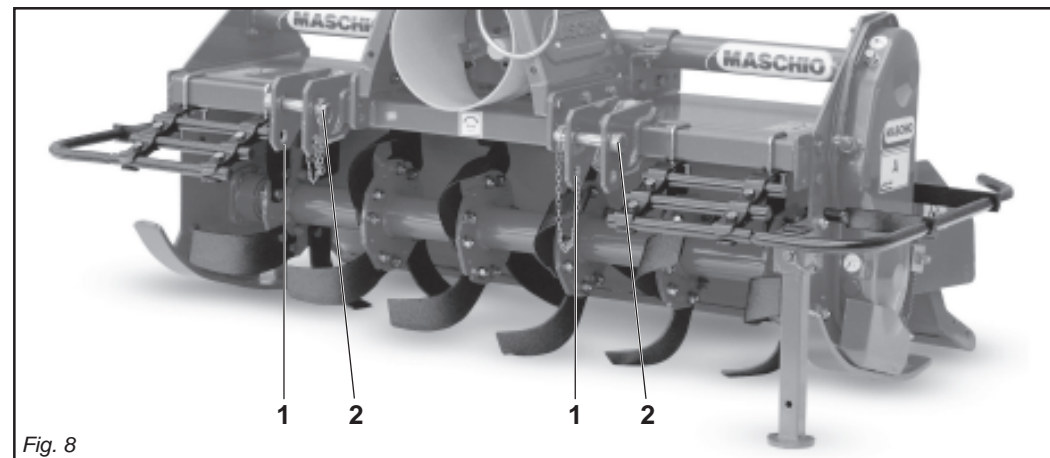

Fig. 8
In base alle dimensioni specifiche di questi 2 tipi di attacchi dei trattori è necessario determinare la posizione più favorevole della macchina spostando opportunamente sul tubo quadro le piastre (1 Fig. 8) e inserendo i perni (2 Fig. 8) nei fori corrispondenti al giusto diametro delle parallele del trattore.
Depending on the precise dimensions of these two types of hitches, find the best position for the machine by moving the plates (1 Fig. 8) along the square tubular and inserting the pin (2 Fig. 8) in the holes corresponding to the correct diameter for the tractor's parallel arms.
En fonction des dimensions spécifiques de ces deux types d'attelages des tracteurs il faut déterminer la position la plus favorable de la machine en déplaçant, sur le tube carré, les plaques (1 Fig. 8) et introduire les axes (2 Fig. 8) dans les trous correspondant au bon diamètre des parallèles du tracteur.
Der Anbau der Maschine am Schlepper erfolgt nur dann, wenn die Maschine am Boden steht, und zwar auf ebenem Gelände. Alle Maschinen können an jedem beliebigen Schlepper mit Universal-Dreipunktaufhängung der 1. und 2. Kategorie angebaut werden. Aufgrund der spezifischen Abmessungen dieser beiden Schlepperanschlüsse kann man die günstigste Position der Maschine festlegen, indem man die Platten (1 Abb. 8) auf dem Vierkantrrohr verschiebt und die Bolzen (2 Abb. 8) in die entsprechenden Bohrungen mit dem richtigen Durchmesser auf dem Schleppergestänge einsteckt.
La conexión de la máquina al tractor debe realizarse con la máquina adherente al suelo y en un terreno llano. Todas las máquinas pueden ser adaptadas a cualquier tractor dotado de enganche universal de tres puntos de 1ª y 2ª categoría. En relación a las dimensiones específicas de estos dos tipos de enganche de los tractores hace falta determinar la posición más favorable de la máquina desplazando oportunamente en el tubo cuadrado las placas (1 Fig. 8) e introduciendo los pernos (2 Fig. 8) en los orificios correspondientes al correcto diámetro de las paralelas del tractor.
Le piastre (1 Fig. 8) vanno montate sempre e solo come mostrato in Fig. 8 con i fori posizionati anteriormente al tubo quadro.
- 1) Accostare le parallele del sollevatore ponendole all'interno delle piastre (1 Fig. 8), inserire il perno (2 Fig. 8) nel foro predisposto e bloccare con le copiglie a scatto.
The plates (1 Fig. 8) must always and only be mounted as shown in Fig. 8 with the holes towards the front of the square tubular.
- 1) *Near the lift bars, setting them in the most suitable plates (1 Fig. 8). Insert the pin (2 Fig. 8) into the relative hole and lock in place with the snap-in split pins.*
Les plaques (1 Fig. 8) doivent obligatoirement être montées comme illustré dans la Fig. 8 en utilisant les trous placés à l'avant du tube carré.
- 1) Approchez les barres du relevage en les plaçant à l'intérieur des plaques les plus appropriées (1 Fig. 8), introduisez l'axe (2 Fig. 8) dans le trou correspondant et bloquez par les goupilles à encastrement.
Die Platten (1 Abb. 8) dürfen nur und ausschließlich so montiert werden, wie es in Abb. 8 gezeigt ist, nämlich mit den Bohrungen, die vor dem Vierkantrohr angeordnet sind. Der Hersteller haftet nicht für die Beschädigung der Maschine oder des Schleppers infolge der Nichtbeachtung dieser Angabe.
- 1) *Die Lenker des Krafthebers annähern und in die am besten geeigneten Platten schieben (1 Abb. 8). Den Bolzen (2 Abb. 8) in das Loch stecken und mit dem einrastenden Splint blockieren.*
Las placas (1 Fig. 8) deben ser montadas siempre y solamente según lo indicado en la Fig. 8 con los orificios posicionados delante del tubo cuadrado. La firma constructora no es responsable de rupturas en la máquina o en el tractor originadas por falta de respeto de esta indicación.
- 1) Acercar las barras del elevador poniéndolas dentro de las placas más indicadas (1 Fig. 8), introducir el perno (2 Fig. 8) en el orificio y bloquear con los pasadores de resorte.